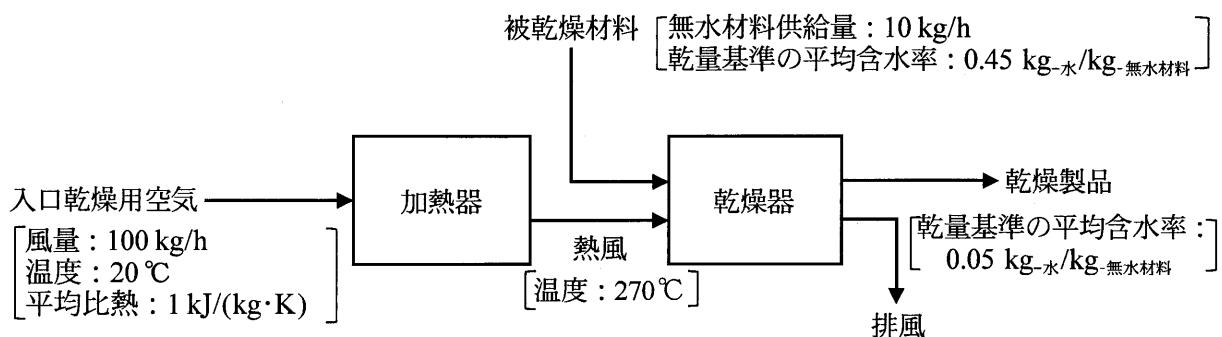
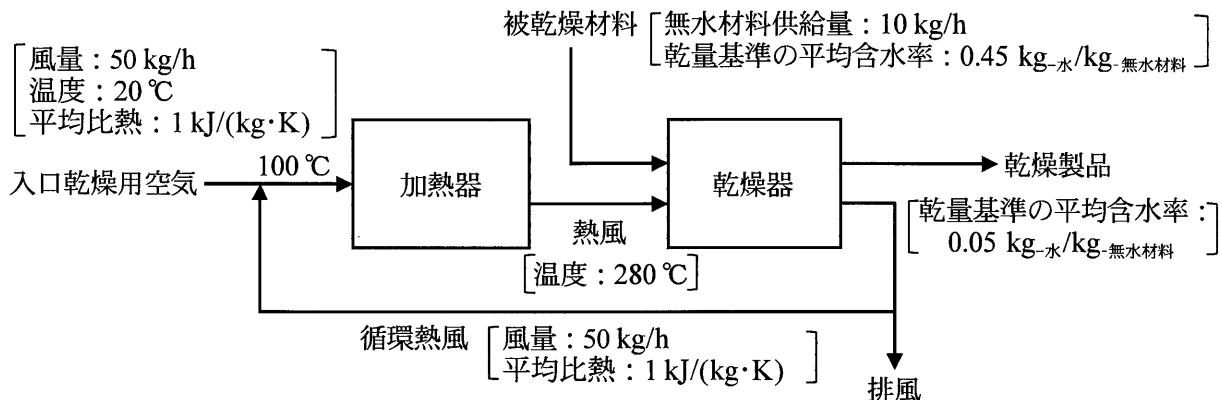

図1 热風の循環がないとき
図2 热風の循環があるとき
ここで、湿潤な被乾燥材料を、熱風による連続通気乾燥法で処理する場合において、排風循環があるときとないときの省エネルギー性について考える。その操作条件は図1及び図2に示すとおりとする。ただし、大気の温度は20°Cとし、空気の平均比熱を1 kJ/(kg·K)とする。
- 1) 図1において、被乾燥材料の乾量基準の平均含水率が0.45 kg_水/kg_{無水材料}であったとき、湿量基準の平均含水率は [kg_水/kg_{湿り材料}] である。
- 2) 図1において、被乾燥材料の無水材料供給量が10 kg/h、乾燥装置の出口における乾燥製品の乾量基準の平均含水率が0.05 kg_水/kg_{無水材料}であったとき、この乾燥器で蒸発する水分の量は [kg_水/h] である。
- 3) 図1において、乾燥装置の熱風量を100 kg/hとし、加熱器出口の熱風の温度が270°Cであるとき、加熱器が熱風に与えた熱量は、 [kJ/h] である。
- 4) 図1において、被乾燥材料に含まれる水分の蒸発に要した熱量と、被乾燥材料が乾燥温度になるために与えられた熱量の合計を10000 kJ/hとし、乾燥装置周囲からの放散損失や乾燥材料中の水分の昇温に要した熱量を無視したとき、乾燥器出口の排気空気の温度は [°C] である。
- 5) 図1において、乾燥に有効な熱量(水分の蒸発に要する熱量と乾燥材料が乾燥温度になるために与えられた熱量の合計)を、乾燥に要した熱量(加熱器で熱風に与えられた熱量)で除した値の百分率を、乾燥装置の熱効率と定義するとき、熱効率は [%] になる。
6) 次に、図2のとおり排気風量の50%、つまり50kg/hを循環させ、大気からの取入れ風量を50kg/hにしたとき、加熱器入口の乾燥用空気の温度は100°Cとなり、出口温度280°Cで図1と同じ含水率の乾燥製品が得られた。このとき、加熱器が熱風に与えた熱量は、□13 [kJ/h]である。また、乾燥に有効な熱量を、図1と同様に10000kJ/hとしたとき、熱風の循環により熱効率は□14 [%]に上昇する。